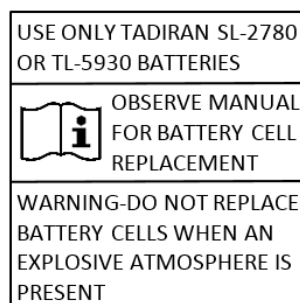

Abbildung 5-1: Warnhinweis auf Batteriemodul
- für den Zellaustausch ausgelegt sind. Sie sind wie in Abbildung 5-1 abgebildet gekennzeichnet. Batteriemodule ohne diese Kennzeichnung nicht öffnen.